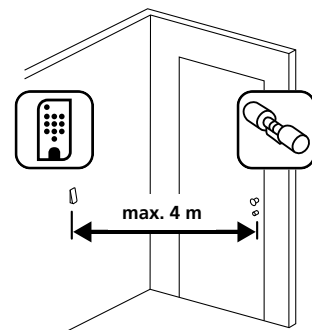

Fig. 1
- 1 Maintenez le clavier à l'emplacement de montage souhaité (Fig. 1).